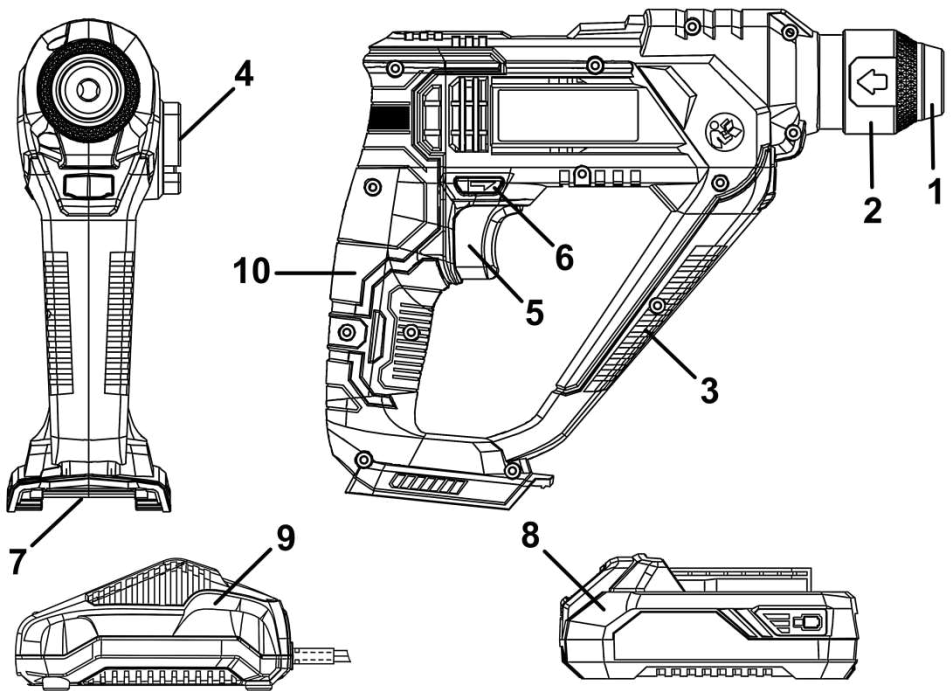

Рисунок 1
4.1 На виробі з під'єднаною батареєю оберіть необхідний режим роботи за допомогою перемикача (4) (див. рисунок 1). При необхідності встановлення свердлильного патрона – встановіть його в патрон SDS-plus через відповідний адаптер.